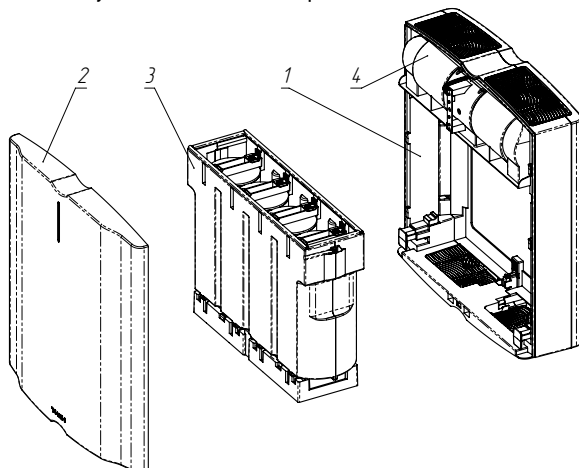

Рисунок 1. Внутреннее устройство очистителя-обеззараживателя воздуха Tion Clever
Очиститель-обеззараживатель воздуха работает в режиме 100 % рециркуляции. Он забирает воздух через входную решетку и пропускает его через систему фильтров (рисунок 1, поз. 3), очищая от механических и химических примесей, инактивируя (уничтожая) все типы микроорганизмов (в том числе споры плесневых грибов), а затем возвращает очищенный воздух в помещение через выходное отверстие.
- Снять крышку (рисунок 1 поз. 2) и фильтрующий модуль (рисунок 1 поз. 3) (пункты 1-3 раздела 8.1.1).
- Снимите крышку (рисунок 1, поз. 2) и фильтрующий модуль (рисунок 1, поз. 3) (пункты 1-3 раздела 8.1.1).
- Зафиксируйте прибор на четырех винтах (11), указанных на рисунке 12.